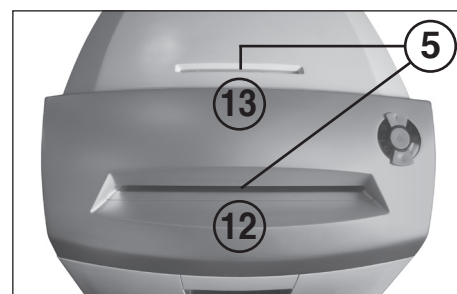

Fig. 3
#### 5 = Fotocellula (avanzamento) (Fig. 3)
#### 12 = Vano di alimentazione carta (Fig. 3)
#### 13 = Vano di alimentazione carta di sicurezza (Fig. 3)
Inserire **carta** nella taglierina attraverso il vano di alimentazione (12) (Fig. 3).
Inserire nella taglierina i **supporti dati** (CD, DVD oppure carte di credito) singolarmente attraverso il vano di alimentazione di sicurezza posizionato separatamente (13) (Fig. 3).